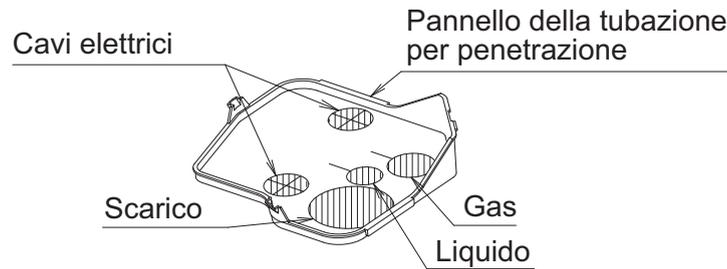

Fig. 19
- In caso di tubazione verso l'alto, rimuovere il coperchio in cui entra la tubazione, quindi fare dei fori per inserire la tubazione tagliando il coperchio con un attrezzo da taglio, come ad esempio le forbici. Dopo aver fatto passare la tubazione attraverso il coperchio, fissare il coperchio all'unità interna. **(Fare riferimento alla Fig. 19)**